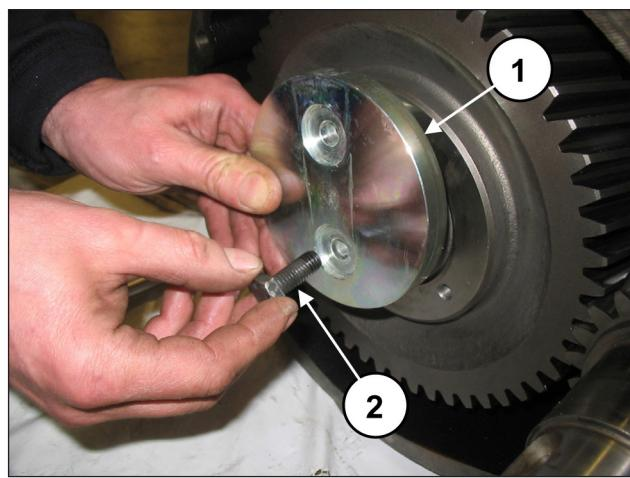

Fig. 63
Fixer le dispositif d'arrêt de la couronne (rep. ①, Fig. 63) en utilisant les 2 vis M10x25 (rep. ②, Fig. 63).